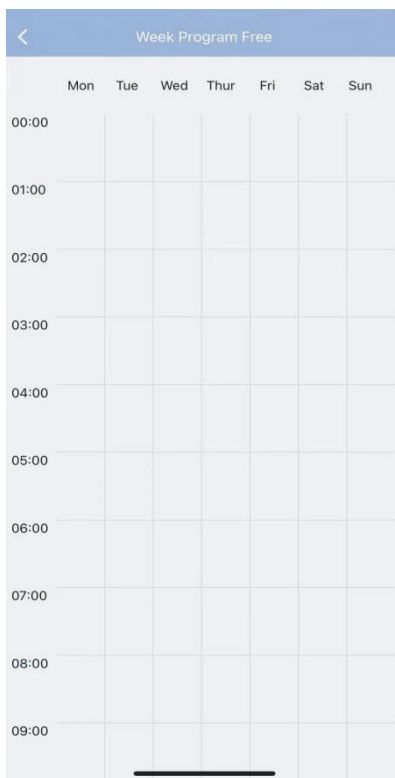

figura 10
5. Accedendo al programma settimanale libero, è possibile scegliere la temperatura appropriata per 24 ore in qualsiasi giorno della settimana, come mostrato nella figura 10.